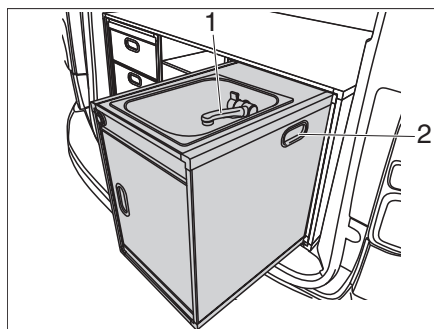

Bild 15 Spül-Modul
Das Spül-Modul kann bei Bedarf ausgebaut werden. Der Wasserhahn (Bild 15,1) und die Ladefunktion der USB-Steckdose kann auch im ausgebauten Zustand weiterhin benutzt werden. Mit geladener Campbox-Batterie auf der Rückseite des Spül-Moduls lässt sich das Spül-Modul auch im Freien verwenden.
- In die Griffmulden (Bild 15,2) links und rechts fassen, Spül-Modul anheben und aus dem Fahrzeug heben.